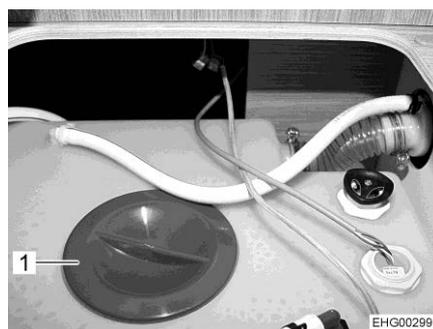
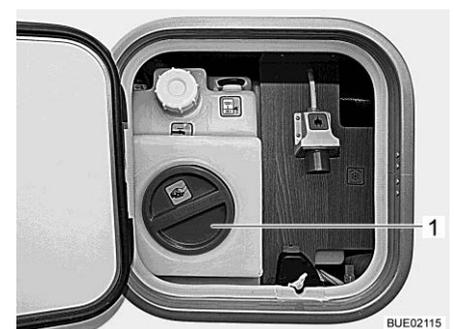

Bild 302 Reinigungsoffnung Wassertank
Bild 303 Reinigungsoffnung Wassertank (Service-Unit)
- Verschlussdeckel (Bild 302,1 bzw. Bild 303,1) des Wassertanks abnehmen.